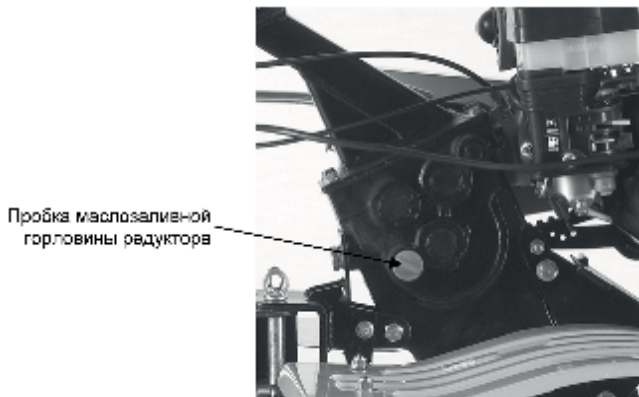

Рис. 23
2. Открутите пробку маслозаливной горловины редуктора (Рис. 23).